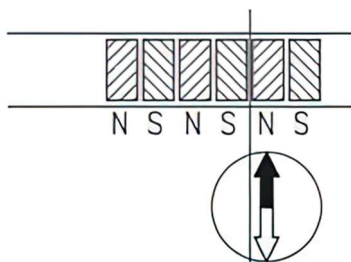

图 5-1：极位的确定，切割磁条
- 3: 如果有必要, 使用罗盘针确定磁条上磁极的位置(见图 5-1);